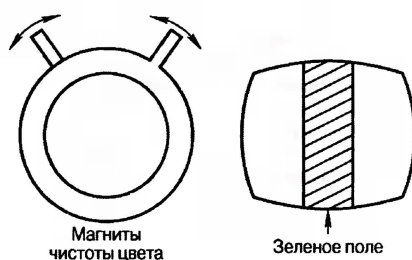

Рис. 11
7. Сдвигая кольцевые магниты чистоты цвета (рис. 11) друг относительно друга и одновременно оба по окружности, добиваются равномерного зелёного поля в центре экрана.